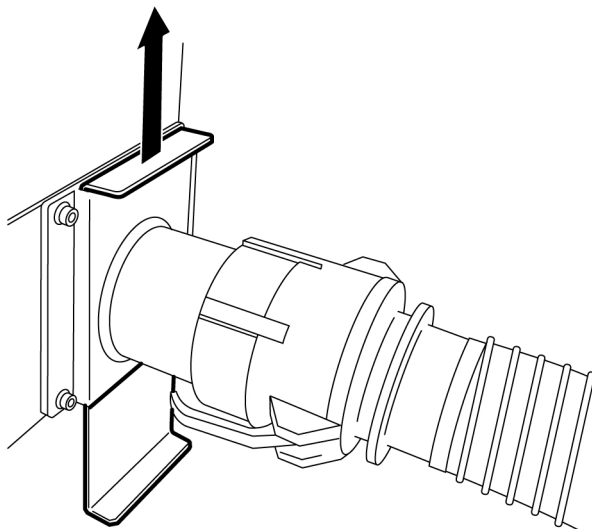

Figura 4-5. Regulador hacia arriba
1. Mover el regulador hacia arriba hasta el tope; ver *Figura 4-5, página 18*. Esperar unos 3 segundos.